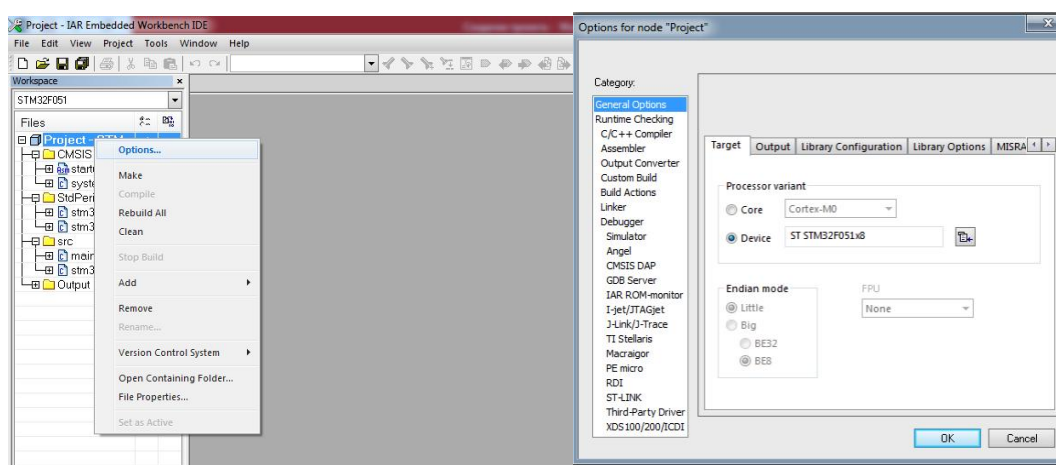

Рисунок 3.5. Свойства проекта
15. Откроем свойства проекта (рисунок 3.5)